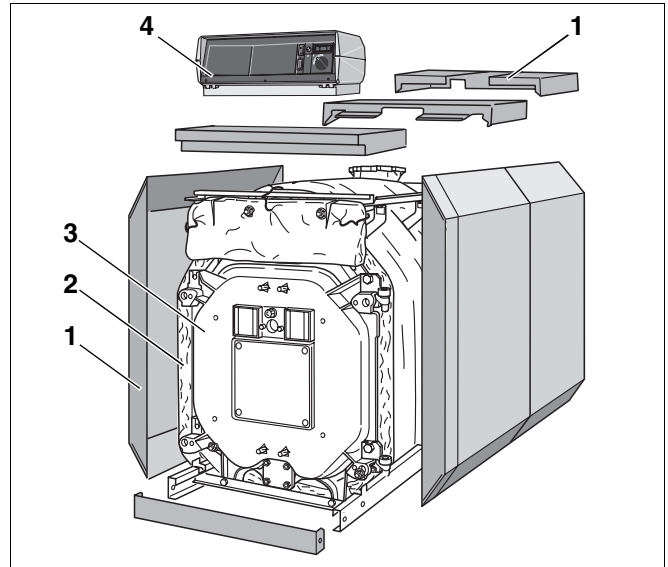
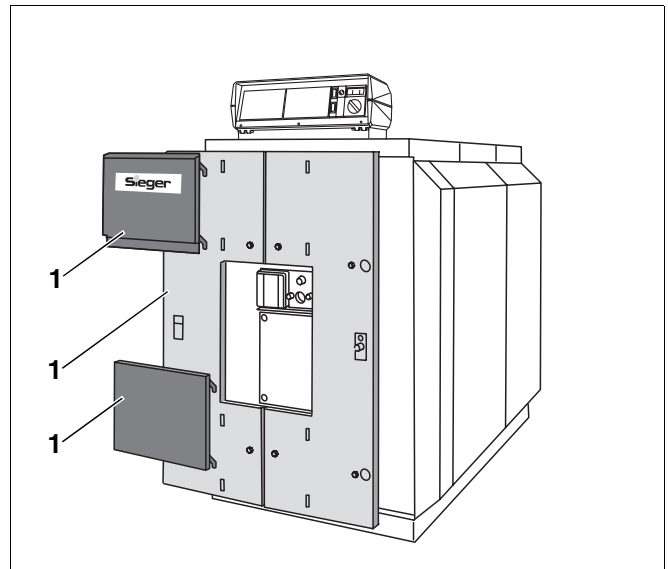

Abb. 1 Öl-/Gas-Spezialheizkessel TG51
Abb. 2 Öl-/Gas-Spezialheizkessel TG51
- Kesselblock (Abb. 1, **Pos. 3**).
- Kesselmantel (Verkleidung, Abb. 1 und Abb. 2, **Pos. 1**), Wärmeschutz (Abb. 1, **Pos. 2**).
- Regelgerät (Abb. 1, **Pos. 4**)